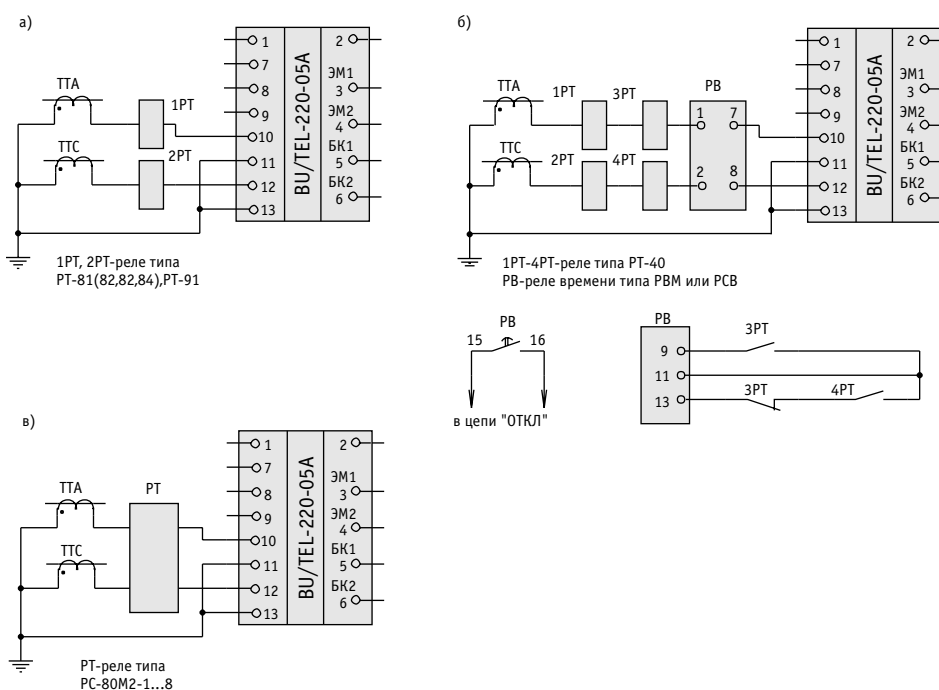

Рис. 9
- для формирования токовых цепей (рис. 9)